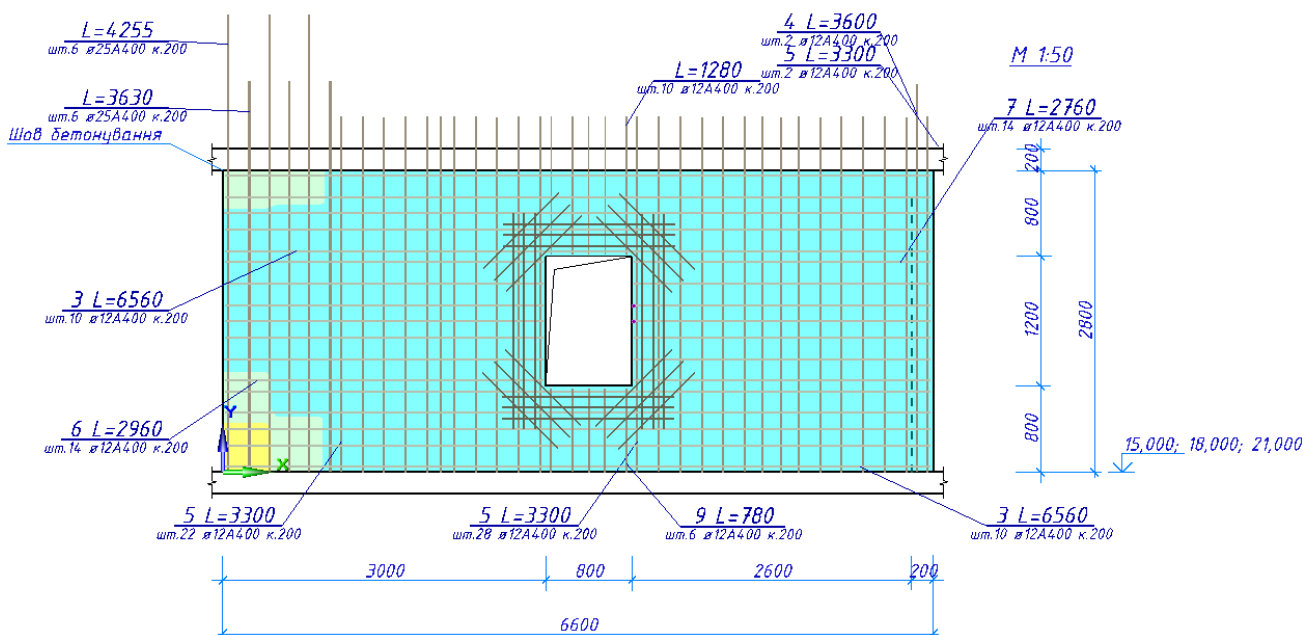

Рис. 24.19. Законструйована діафрагма з обрамленим отвором
- Після цього натисніть кнопку **Прийняти** (рис. 24.19).